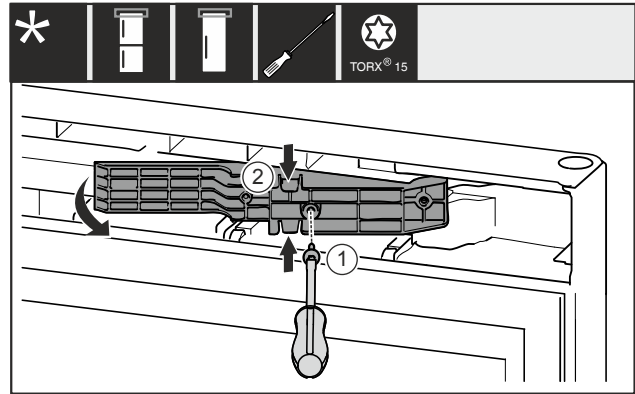

Fig. 15 *
- Retirer la vis Fig. 15 (1).*
- Compresser légèrement l'adaptateur Fig. 15 (2) par le haut et le bas et le retirer.*